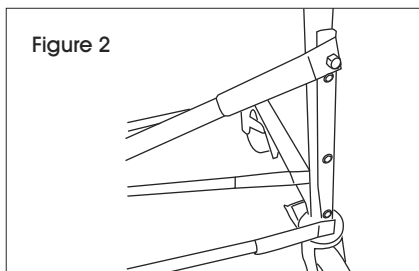

Figure 2
2. Attach X-Support Pole (E) to the backside of the Caster/Frame (C) using 3/8" nuts (A). Tighten nuts firmly, but not completely, in order to retain flexibility. Repeat process for the other Caster/Frame (C). (See Figure 2)
- Fixez la barre de soutien croisée (E) à l'arrière du cadre avec roulettes (C) à l'aide d'écrous de 3/8 po (A). Serrez fermement les écrous, mais pas complètement, afin de conserver une certaine marge de manœuvre. Répétez l'opération pour l'autre cadre avec roulettes (C). (Voir Figure 2)